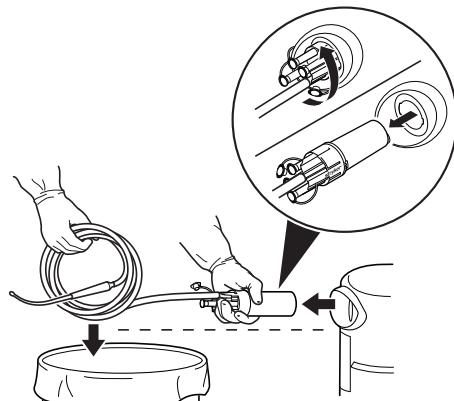

Abbildung 8 Sammelrohr und Schläuche entfernen
- Das Sammelrohr drehen, bis es entriegelt ist. Anschließend das Sammelrohr mit den angebrachten Absaugschläuchen aus dem Anschluss herausziehen und dabei das Sammelrohr stets waagerecht halten (Abbildung 8).